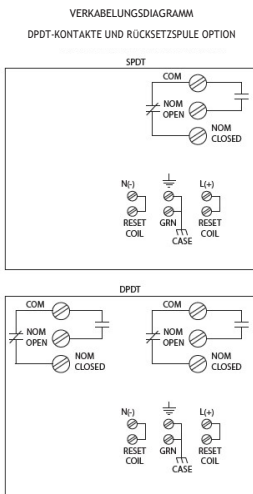

Abbildung 10: Verdrahtungsanschlüsse
Der Schalter verfügt über ein einzelnes SPDT-Relais oder optional über zwei SPDT-Relais, die als DPDT-Gerät verwendet werden können. Wenn eine Rückstell-/Anlaufverzögerungsspule spezifiziert ist (optional bei 5550; Standard bei 5550G), sind auch geeignete Verdrahtungsklemmen verfügbar. Die Belegung der Verdrahtungsklemmen ist in Abbildung 10 dargestellt.
4.2.4 Schließen Sie einen Durchgangsprüfer oder ein Ohmmeter an die Klemmen COM und NOM OPEN an (siehe Abbildung 10). So können Sie visuell feststellen, wann sich die normalerweise offenen Relaiskontakte schließen und damit anzeigen, dass der Schalter ausgelöst wurde. Dies gilt auch für COM & NOM CLOSE, die normalerweise geschlossenen Relaiskontakte öffnen bei Auslösung.
Wenn eine Rücksetzspule spezifiziert ist (Standard bei 5550G, optional bei 5550 bei Bestellung der Option D = 1, 2, 3 oder 4) ist ein elektrischer Magnetmechanismus eingebaut, der die Fernrückstellung des Schalters in der Ausgelöst-Stellung und die Auslösung einer Einschaltverzögerung in der Nicht-Ausgelöst-Stellung ermöglicht. Um diese Funktionen zu aktivieren, muss die Nennspannung an die Verdrahtungsklemmen der Rücksetzspule angelegt werden (siehe Abbildung 10). Für die Rücksetzfunktion muss nur kurzzeitig eine Spannung angelegt werden. Die Einschaltverzögerungsfunktion erfordert ein kontinuierliches Anlegen der Spannung für die Dauer der werkseitig eingestellten Zeitverzögerung (ca. 20-30 Sekunden).